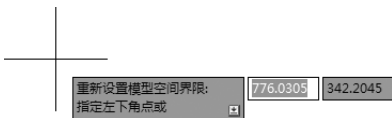

图 1-27 动态输入
- (1) 开 (ON): 使图形界限有效。用户在图形界限以外拾取的点将视为无效。
- (2) 关 (OFF): 使图形界限无效。用户可以在图形界限以外拾取点或实体。
- (3) 动态输入角点坐标: 可以直接在绘图区的动态文本框中输入角点坐标, 输入了横坐标值后, 按〈,〉键, 接着输入纵坐标值, 如图 1-27 所示; 也可以按光标位置直接单击, 确定角点位置。